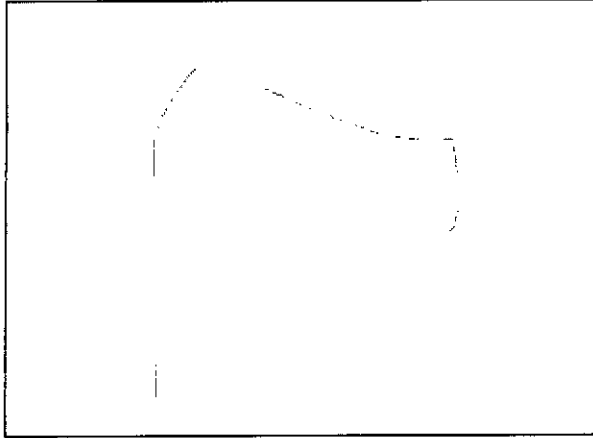

Ilustración 1: vendaje en la cabeza para fijar el implante.
- Antes de que los pacientes entren en una sala de IRM se deben retirar todos los componentes externos del sistema de implante (procesador de audio y accesorios). Para fuerzas de campo de 1 T o 1,5 T, debe colocarse un vendaje en la cabeza para cubrir el implante. Un vendaje en la cabeza puede ser un vendaje elástico bien ajustado alrededor de la cabeza con tres vueltas como mínimo (consulte la Ilustración 1). El vendaje debe estar bien ajustado, pero no debe causar dolor.